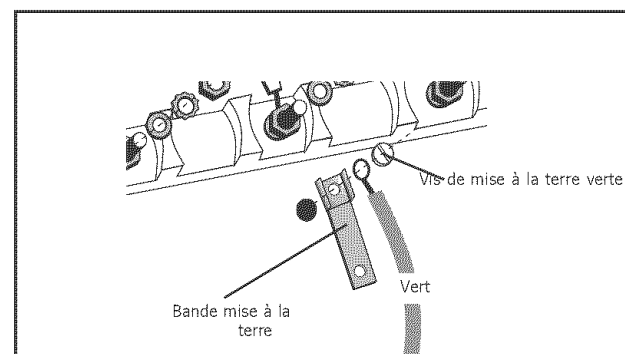

Figure 9
5. Enlever la bande mise à la terre de la tige centrale, tourner (afin que l'extrémité large soit sur le dessus) et mettre droit. Ensuite attacher l'extrémité large à la cuisinière par le trou en dessous du bloc de borne. Attacher le fil vert sur le dessus de la bande de mise à la terre. Serrer la vis (voir figure 9).